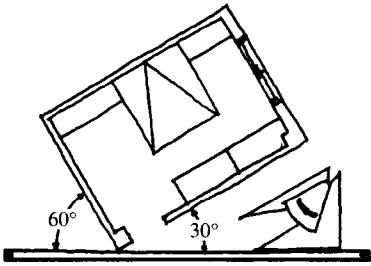
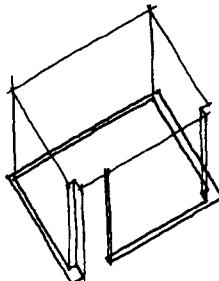

图 1-8 将平面图铺放图桌上,使之与平行尺形成 30° 与 60° 角并盖上空白描图纸
图 1-9 以相同比例尺,量出高度,画出 4 个角落的高度线,并相连,以便形成这个实际内部空间
①将已画出的平面图铺于图桌上,让某一屋角与平行尺形成的一边 30° 角,另一边 60° 角,如图 1-8。
②再铺一空白描图纸于其上,开始作画,首先将平面图用轻线描绘出来。
③按平面图的比例尺量出屋子的高度,其他三个屋角也以同样方法量出高度,再画线将 4 个屋角相连,即形成一个内空的立方体,这便是这间房子的实际内部空间,如图 1-9。